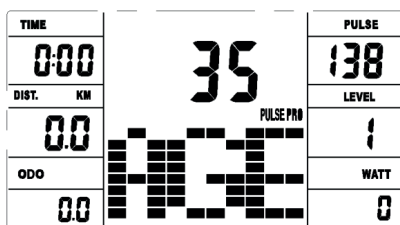

Figure 18
- B. Utilisez les boutons UP/DOWN pour définir l'âge de l'utilisateur (Fig. 18). Appuyez sur ENTER pour confirmer.